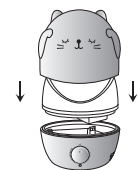

Рис. 4
4. Установите резервуар для воды вместе с декоративной частью на основание увлажнителя воздуха (рис.4).